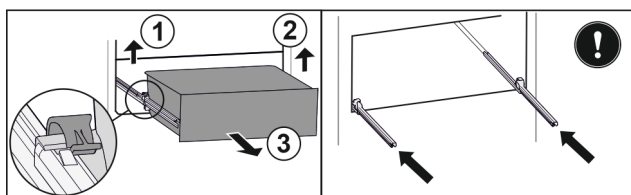

Fig. 92
- ▶ Podnieść lewy zacisk i wysunąć jednocześnie szufladę po lewej do przodu. *Fig. 92 (1)*
- ▶ Podnieść prawy zacisk i wysunąć jednocześnie szufladę po prawej do przodu. *Fig. 92 (2)*
- ▶ Wyjąć szufladę do przodu. *Fig. 92 (3)*